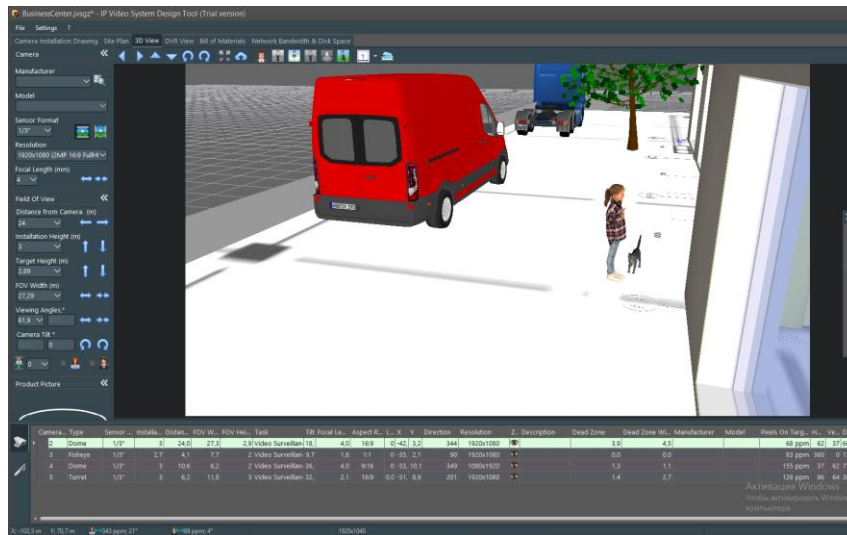

Рисунок 2.3 – Вкладка «3D вид»
3. Опрацювати за теоретичним матеріалом вкладку «3D вид» (рис. 2.3);